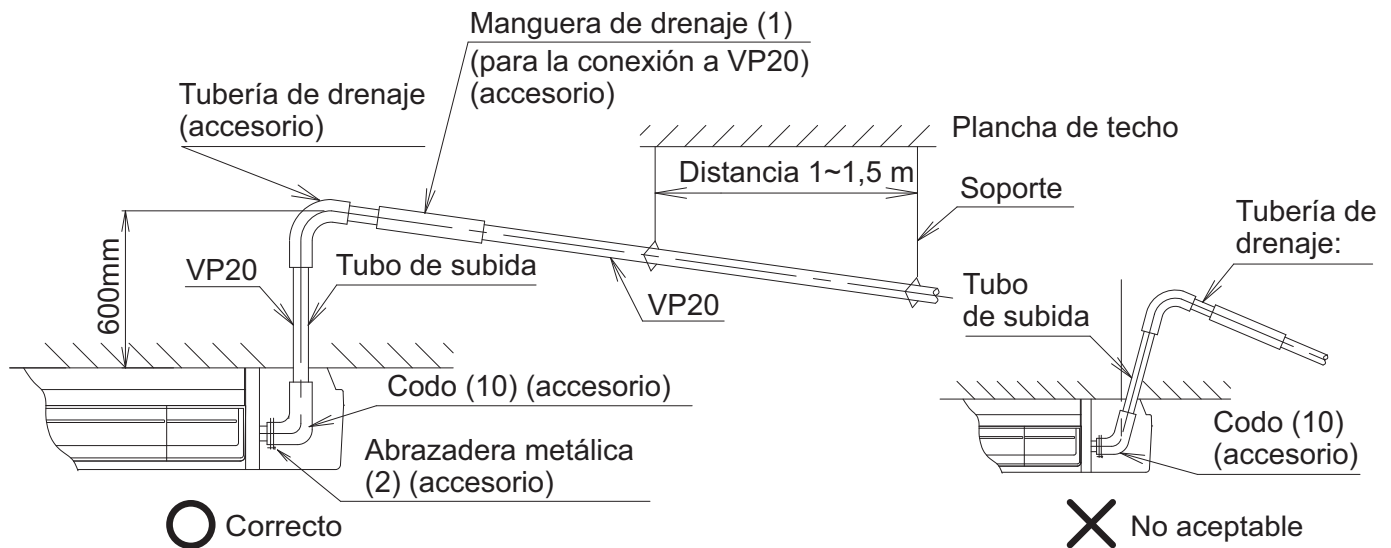

Fig. 29
- Instale soportes a una distancia de 1 a 1,5 m, de tal modo que la tubería no se desvíe. **(Consulte la Fig. 29)**
- Instale el tubo de subida de drenaje verticalmente. **(Consulte la Fig. 29)**